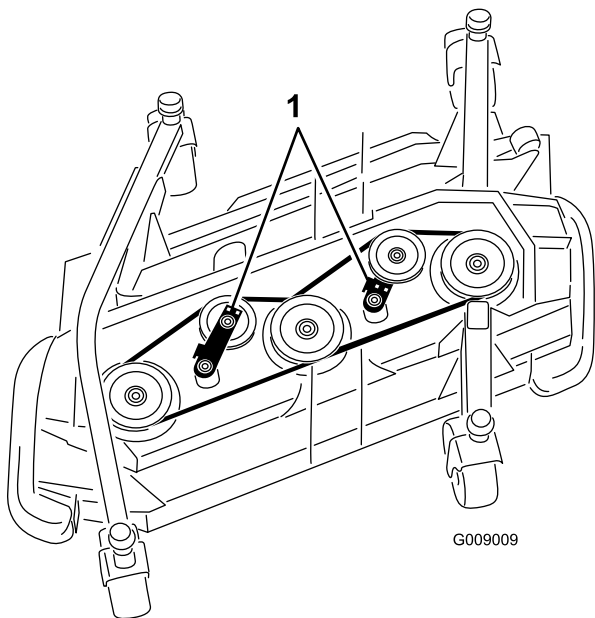

図 84
5. ラチェットレンチのようなものを使って、アイドラプーリを駆動ベルトから離してベルトの張りをなくし、プーリからベルトを外す 図 84。